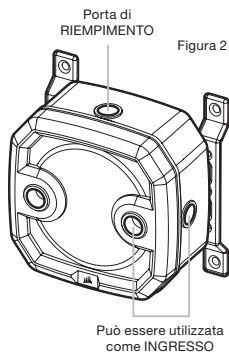

Figura 2
2. È obbligatorio utilizzare la porta anteriore sinistra come porta di USCITA/OUTLET e qualsiasi altra porta inferiore come ingresso. La porta di INGRESSO/INLET (di ritorno) consigliata è contrassegnata sull'immagine sottostante. Opzionalmente, è possibile utilizzare anche la porta G1/4 superiore con tubo integrato come linea di INGRESSO/INLET (di ritorno) (Figura 2 e 3).
3. Installare la spina sensore di temperatura CORSAIR G1/4 (F) nella porta G1/4 situata alla base dell'unità. Non installare il sensore di temperatura su nessuna delle porte superiori.
4. Chiudere le restanti tre (3) porte aperte (non utilizzate) con le spine CORSAIR G1/4 in dotazione e serrarle utilizzando una moneta (Plug Tool) (L). Non utilizzare il cacciavite in quanto può danneggiare la superficie delle spine.